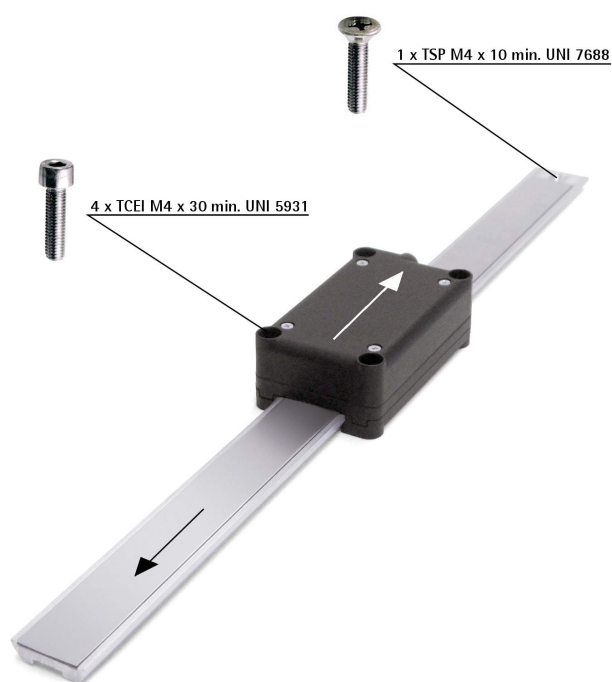

Figura 2
- collegare l'ingresso Direzione di conteggio a 0Vdc se non utilizzato; per avere il conteggio crescente con movimento del sistema come indicato dalle frecce di Figura 2 = collegare l'ingresso a 0Vdc; per avere il conteggio crescente con movimento del sistema contrario a quello indicato dalle frecce di Figura 2 = collegare l'ingresso a +Vdc;
3.3 Sensore (Figura 2)
3.4 Guida porta banda magnetica (Figura 2)
3.6 Direzione di conteggio standard (Figura 2)
La direzione di conteggio positiva (conteggio crescente) si ha quando il sensore muove sulla banda nella direzione indicata dalla freccia bianca in Figura 2; oppure quando la banda muove nella direzione indicata dalla freccia nera in Figura 2. Per ogni informazione riferirsi alla sezione "4.1.6 Ingresso Direzione di conteggio" a pagina 14).
Supponiamo di utilizzare il modello SMAG-GA-5-... con profilo MTAG-650-.... Impostando lo zero nella corsa, partendo dal punto 0, i valori trasmessi andranno da 0 verso il valore massimo (114.000, vedi tabella) con movimento standard secondo le frecce di Figura 2; con movimento contrario invece, quando si oltrepassa lo zero, il valore immediatamente dopo lo 0 sarà il numero massimo di informazioni - 1 (131.071).
La **direzione di conteggio standard** si intende con movimento dell'encoder nella direzione indicata dalla freccia bianca in Figura 2; oppure con movimento del profilo magnetico nella direzione indicata dalla freccia nera in Figura 2. La funzione di questo ingresso consente di invertire la direzione di conteggio. In
altre parole permette il conteggio crescente anche con movimento dell'encoder o del profilo inverso rispetto a quello standard. Se non utilizzato, collegare l'ingresso Direzione di conteggio a 0Vdc. Per avere il conteggio crescente con movimento dell'encoder nella direzione indicata dalla freccia bianca in Figura 2 (oppure con movimento del profilo magnetico nella direzione indicata dalla freccia nera in Figura 2) collegare Direzione di conteggio a 0Vdc; per avere il conteggio crescente con movimento inverso rispetto alla direzione indicata dalle frecce di Figura 2 collegare l'ingresso Direzione di conteggio a +Vdc.